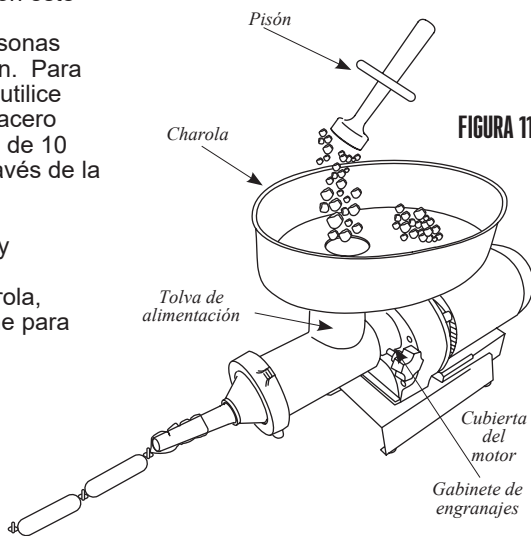

FIGURA 11
5. Deslice entre 4" y 6" (10-15 cm) de funda desde el extremo del embudo de rellenado y haga un nudo en el extremo de la funda. Si está utilizando una funda fibrosa de gran diámetro, mantenga el extremo cerrado de la funda firmemente contra el extremo del embudo de rellenado (**FIGURA 11**).